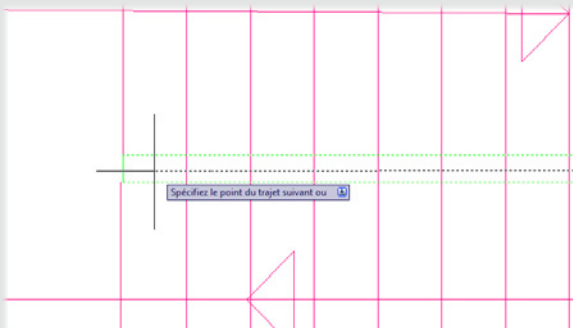

Figure 15
7. Spécifions ensuite le trajet (voir Figure 15).